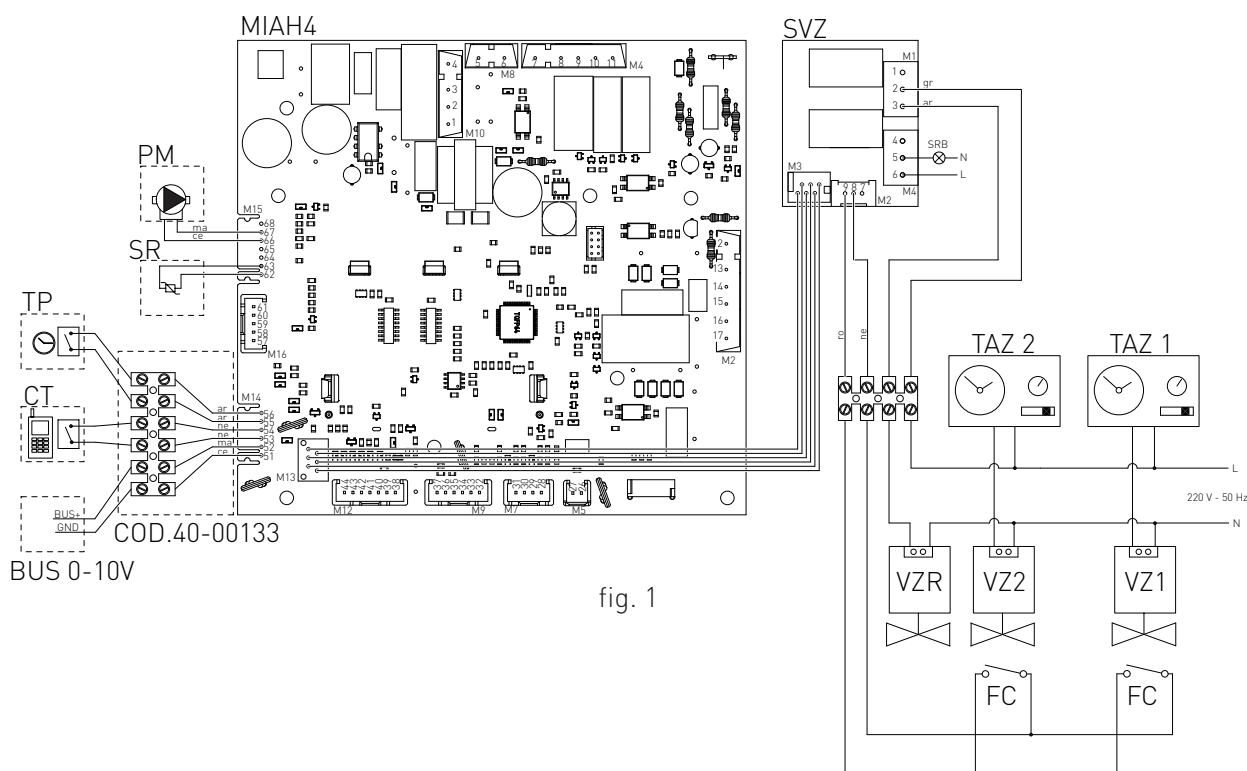

fig. 1
- (PM) POMPA MODULANTE
- (TP) EVENTUALE TIMER DI DISATTIVAZIONE PRERISCALDO SANITARIO
- (CT) COMBINATORE TELEFONICO
- > una volta rimosso il carter effettuare i seguenti collegamenti sulla scheda elettronica (vedi fig. 1).